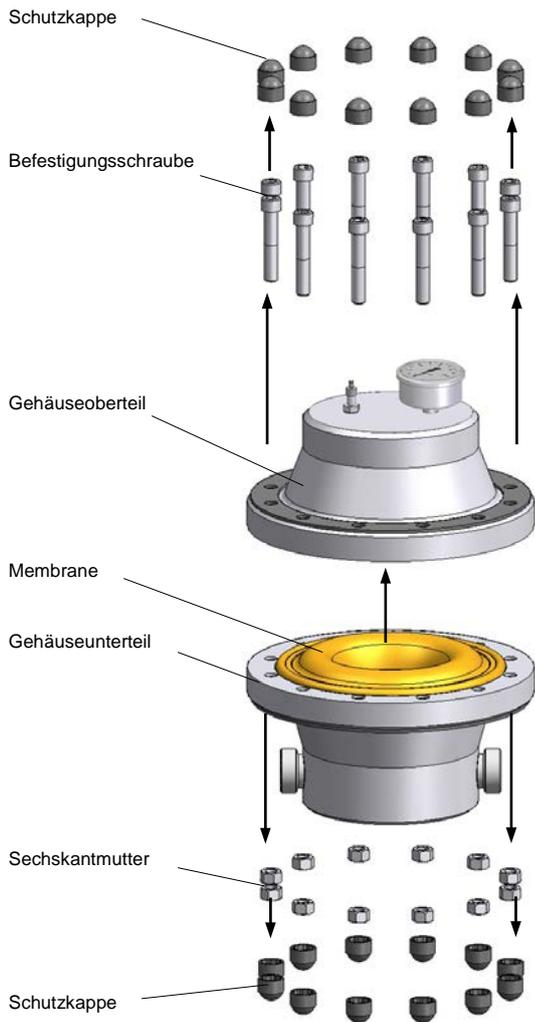

Abb. 21 Membranwechsel (Kunststoff-Ausführung)
- Befestigungsschrauben über Kreuz lösen und Gehäuseoberteil abnehmen (siehe Abb. 21).